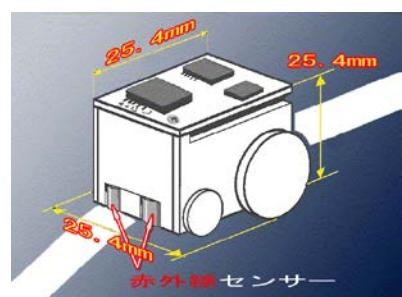

図2 マイクロライントレーサ本体の大きさ
- 3-3 マイクロライントレーサ本体の大きさは1インチ角つまり、全長 25.4mm、全幅 25.4mm、全高 25.4mm 以内（図2）とする。ただし、競技規定3-4で定めるセンサ部、および、同3-5で定める電源に関してはこの限りではない。また、キット廃止に伴い自作の困難さを考慮し、本大会ではサイズが規定より 3mm 長くなることを認める。